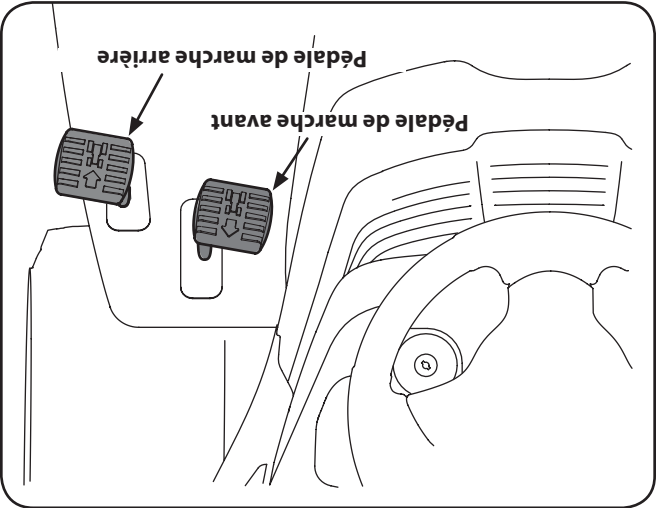

Figure 5-2
2. Pour vous déplacer en MARCHÉ AVANT, appuyez lentement sur la pédale de marche avant jusqu'à l'obtention de la vitesse désirée. Voir la Figure 5-2.
3. Pour vous déplacer en MARCHÉ ARRIÈRE, assurez-vous qu'il n'y a pas d'obstruction derrière vous, puis appuyez lentement sur la pédale de marche arrière jusqu'à l'obtention de la vitesse désirée. Voir la Figure 5-2.